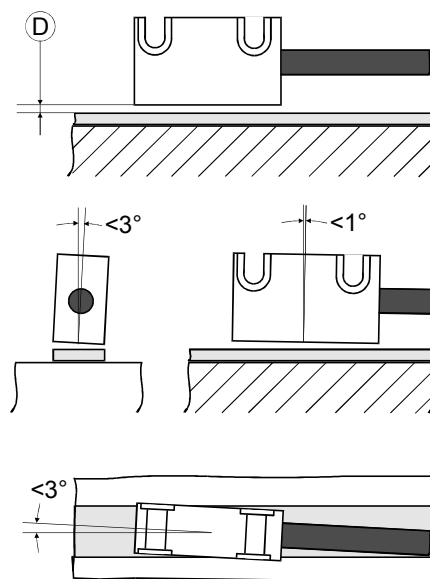

Abb. 8
- Die Mechanik bzw. Montagewinkel müssen auf dem gesamten Messweg die vorgegebenen Toleranzen zwischen Sensor und Band gewährleisten (s. Abb. 8 und Kap. 2.1). Ein Kontakt zwischen Sensor und Band muss verhindert werden.